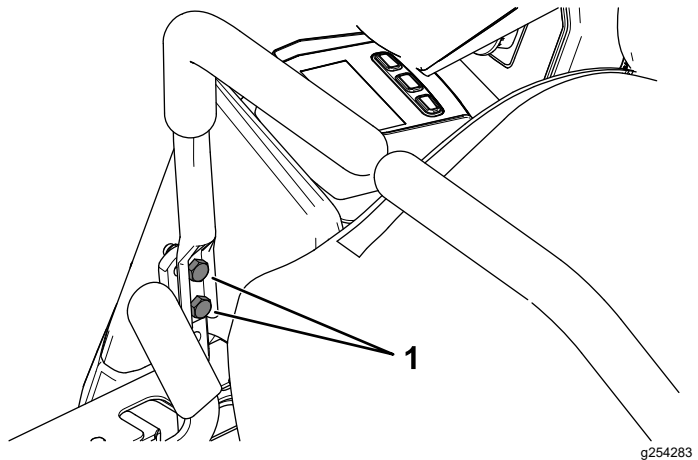

Figure 53
8. Si l'alignement doit être corrigé d'un côté, desserrez les 2 boulons de fixation du levier de commande de déplacement du côté concerné (Figure 53).
10. Resserrez les 2 boulons de fixation du levier de commande de déplacement (Figure 53).